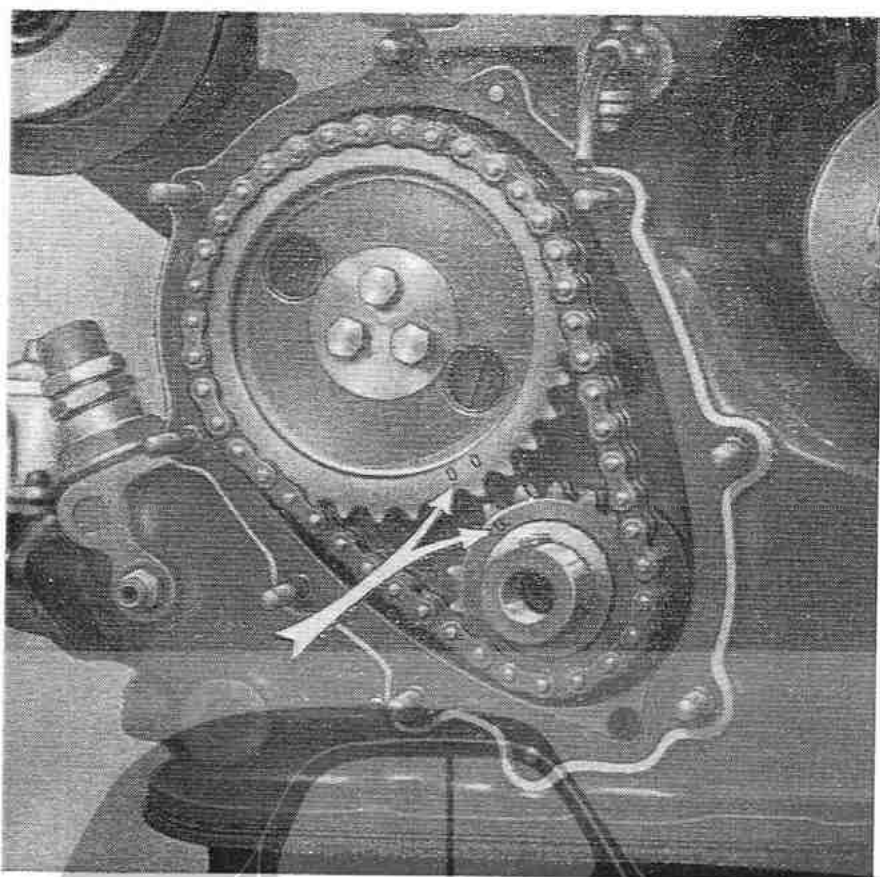

Fig. 28. - Riferimenti per la messa in fase della distribuzione.
- Infilare l'albero della distribuzione munito dell'ingranaggio di comando nella relativa sede del basamento, e ruotarlo in modo tale da far corrispondere i segni zero (0) incisi sugli ingranaggi di comando dei due alberi (fig. 28).